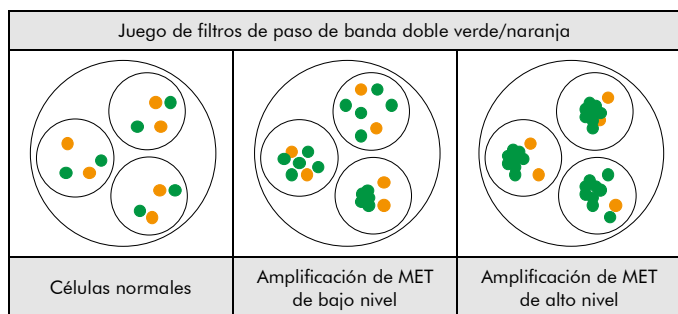

Fig. 2: Resultados previstos en núcleos normales y anómalos
**Situación normal:** En las interfases de células normales o células sin una amplificación que implique la región del gen MET, aparecen dos señales verdes y dos naranjas (ver Fig. 2).
**Situación anómala:** En células con una amplificación de la región del gen MET se observará un aumento del número de señales verdes o grupos de señales verdes (ver Fig. 2).